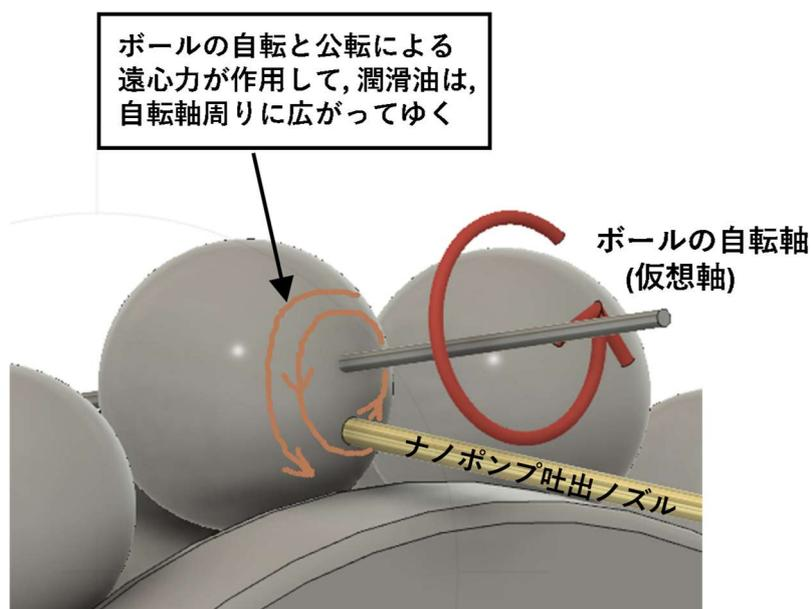

図 6 ナノポンプ®による nl(ナノリットル)潤滑の仕組み
- 5). ここで、**ナノポンプ®**を活用した解決策を説明します。図 6 に示すように、**ナノポンプ®**のノズルは、軸受の側面に形成される『**空気の壁**』を突破し、ボールの自転軸近くまで接近させます。ノズル先端はボールに接触しないギリギリの位置に設置するため、潤滑油は『**空気の壁**』の影響を受けずに、直接ボールに転移します。